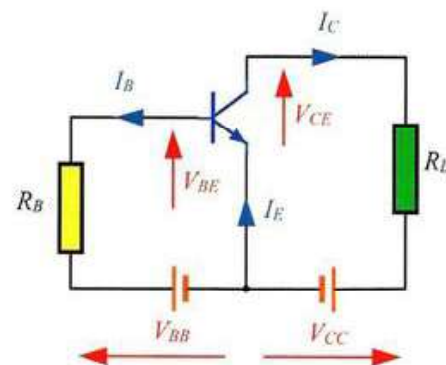

Figura 9.20. Transistor en emisor común.
9.7.1. Curvas características con el emisor común (EC)
La mayoría de los circuitos con transistores utiliza el emisor como terminal común entre la entrada y la salida, en vez de la base. En la Figura 9.20 se muestra el circuito básico con la configuración en emisor común (EC).